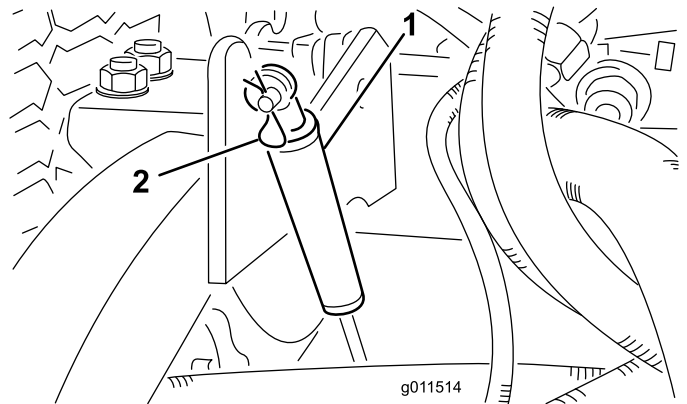

Figure 76
2. Retirez la goupille fendue qui fixe les amortisseurs aux bras de levage (Figure 76). Faites pivoter l'amortisseur vers le carter du plateau de coupe.